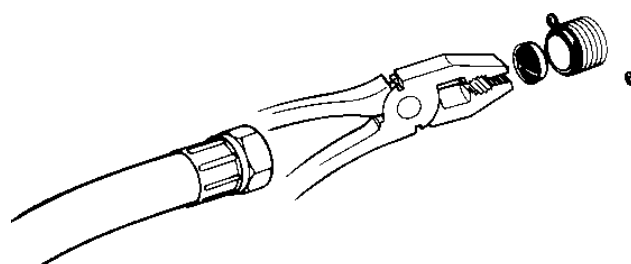

fig. 18
- Remove the filters inside machine water inlets (*fig. 18*), pull towards the outside with pliers.
- Sacar los filtros del interior de las entradas de agua de la maquina (*fig. 18*), tirando hacia el exterior con la ayuda de unos alicates.
- Enlever les filtres a l'interieur des arrivees d'eau de la machine (*fig. 18*), en poussant vers l'exterieur a l'aide de pinces.